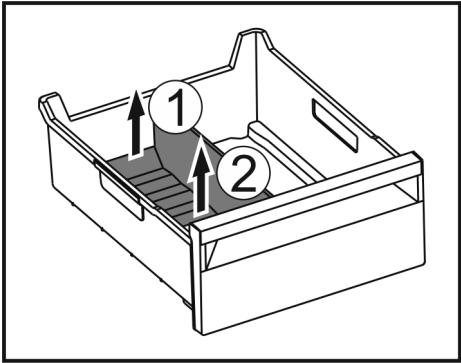

Fig. 140
- Sollevare la parte posteriore del divisore dello scomparto del ghiaccio. Fig. 140 (1)
- Rimuovere il divisore dello scomparto del ghiaccio verso l'alto. Fig. 140 (2)